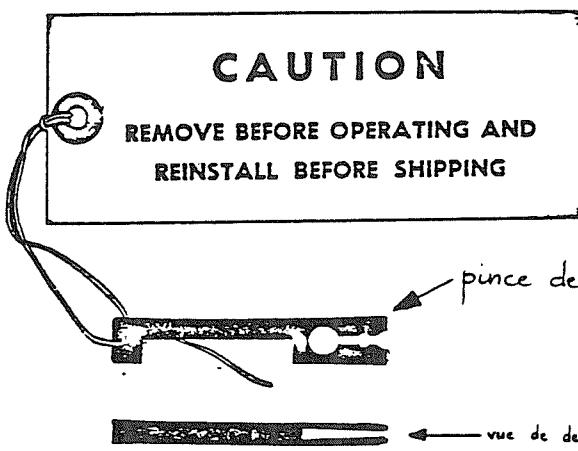

Figure 4
- Enlever, par traction vers le haut, la pince en plastique noir de verrouillage du banc de marteaux (voir fig. 4, 5 et 6) et la conserver précieusement chez le client.